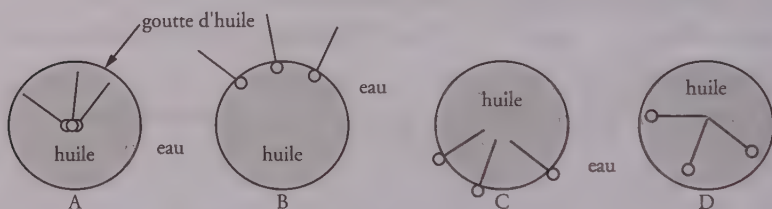

Figure 2
b) Choisir parmi les schémas proposés figure 2 ci-dessous, celui qui montre comment se positionnent les ions carboxylate à la surface d'une goutte d'huile en suspension dans l'eau. Justifier la réponse.